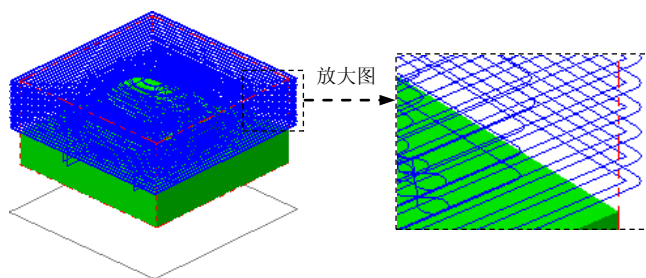

图 10.1.10 刀具路径
Step11. 单击“曲面粗车-挖槽”对话框中的按钮，完成加工参数的设置，此时系统将自动生成图 10.1.10 所示的刀具路径。